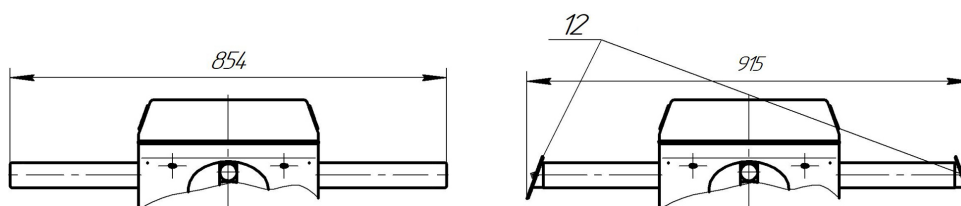

Рис.1
5.1 Турнікет «Бізант-5» (див. рис. 1) – це суцільнозварний корпус (1), що закривається зверху кришкою (2). У верхній частині корпусу розміщується агрегат турнікета ПТУ-1.2 (3), на вихідному валу якого закріплено трипод (4) з трьома перегороджувачими штангами (5).
Стійка турнікета виготовляється двох видів: без консолей (основне виконання) або зі знімними консолями (11) (модель «Бізант-5К»), які служать для встановлення зчитувачів (12). Встановлення зчитувачів показані на рис. 1.